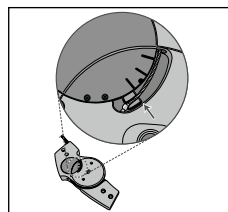

Fig. 5
3. När täckplattan har avlägsnats kontrollerar du om den övre sidan av spakarmen (som håller fast satellitkabeln) är parallell med den nedre av de tre markeringarna på funktionsenheten (**se fig. 5**).
12. Kontrollera på nytt att hävstångsarmens läge (**läge 3**) är korrekt i ledens funktionsenhet (se fig. 5).